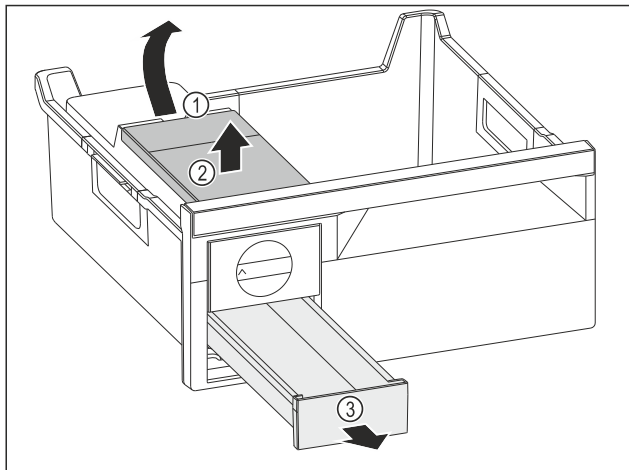

Fig. 78
- ▶ Ta ut vattenbehållaren: Lyft vattenbehållaren vid ursparingen Fig. 78 (1).
- ▶ Ta ut vattenbehållaren Fig. 78 (2) uppåt.
- ▶ Ta ut iskublådan Fig. 78 (3) framåt.